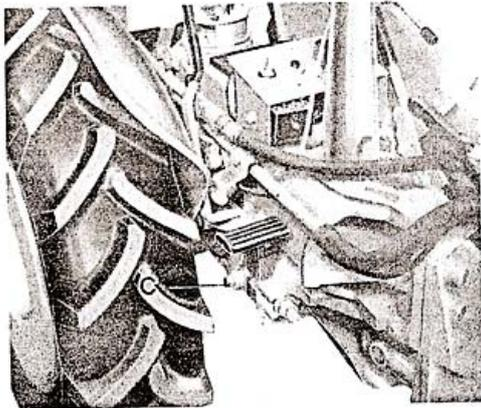

Fig 8
- dévisser le bouchon C servant à la vidange du compartiment arrière du pont situé à l'arrière gauche (fig.8).